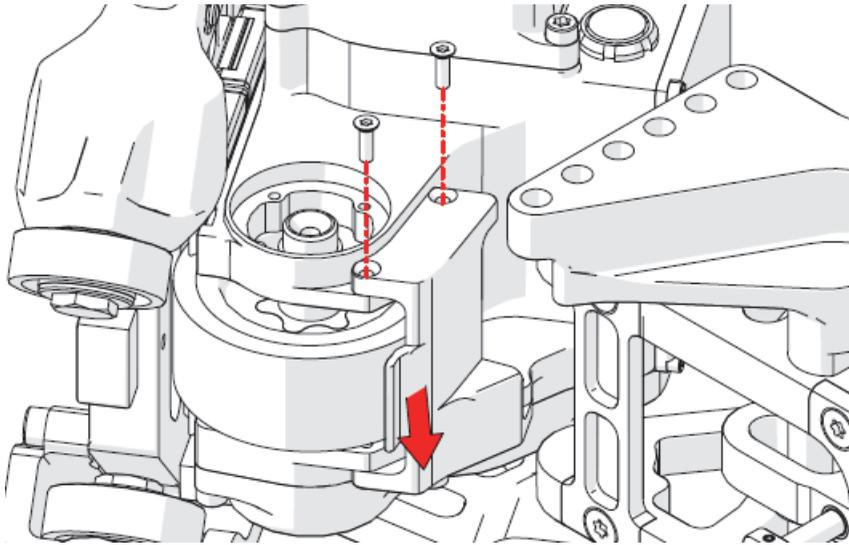

图2-14 拆下驱动轮护罩
16. 使用T10 Torx螺丝刀拧下两个螺钉，然后卸下驱动轮护罩（参见第93页的图2-14）。